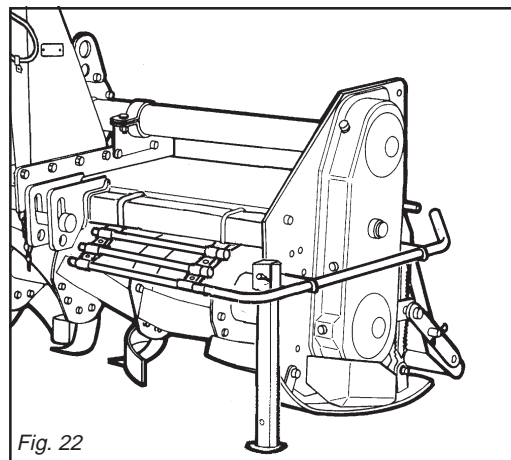

Fig. 22
- 1- Position the support foot as shown in the figure 22.
- 1- Den Stützfuß wie in Abb. 22 gezeigt anordnen.
- 1- Placer le pied d'appui (voir figure 22).